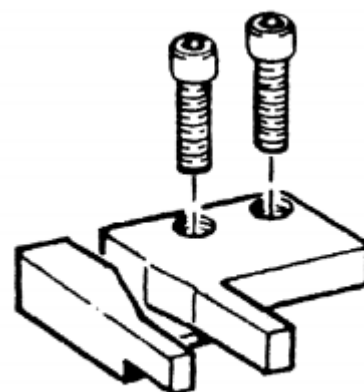

Рис. 12
**Примечание:** Каждый набор направляющих состоит входной и выходной направляющей ленты. Рис. 12 и 13.